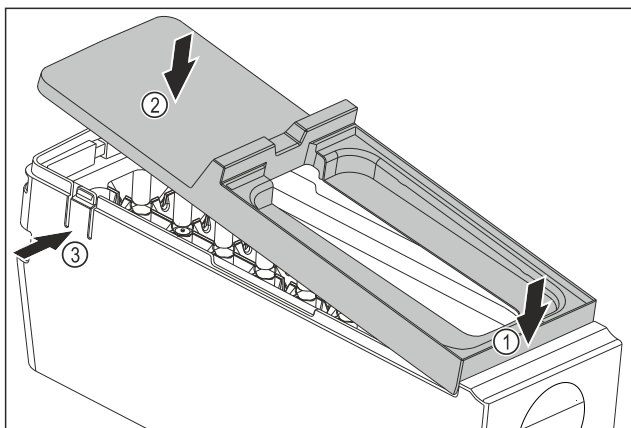

Fig. 144
- ▶ Монтаж на капака на корпуса на EasyTwist-Ice: Поставете капака отпред. Fig. 144 (1)
- ▶ Спуснете капака отзад. Fig. 144 (2)
- ▷ Капакът се фиксира с щракване в двете езичета Fig. 144 (3).